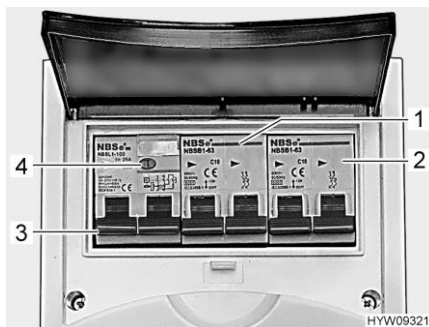

Fig. 165 Interruttore di sicurezza e interruttore automatico FI (scatola dei fusibili a 230 V)
Un interruttore di sicurezza per correnti di guasto (interruttore automatico FI) (Fig. 165,3) nella scatola dei fusibili protegge l'intero veicolo da correnti di guasto (30 mA).
L'interruttore di sicurezza collegato in serie (10 A) (Fig. 165,1) protegge le prese da 230 V, la centralina elettrica, il caricabatteria supplementare e il frigorifero.
Per veicoli con accessori opzionali, p. es. l'impianto di climatizzazione a tetto, un ulteriore interruttore di sicurezza (16 A) (Fig. 165,2) protegge l'apparecchio.
- Se il veicolo è collegato all'alimentazione a 230 V, premere il tasto di controllo (Fig. 165,4). L'interruttore di sicurezza per correnti di guasto (FI) deve scattare.